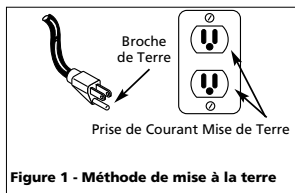

Figure 1 - Méthode de mise à la terre
1. Ce produit est conçu pour l'utilisation d'un circuit de 120 volts et a une fiche de mise à la terre comme celle indiquée sur la Fig. 1. Assurer que le modèle est branché à une prise de courant qui a la même configuration que la fiche. Ce produit doit être mis à la terre. Dans l'événement d'un court-circuit, la mise à la terre diminue le risque de secousse électrique en fournissant un fil d'échappement pour le courant électrique. Ce produit est équipé avec un cordon qui a un fil de terre avec une fiiche de terre. La fiche doit être branchée dans une prise de courant qui a été installée et mise à la terre correctement en respectant tous les codes et règlements locaux.